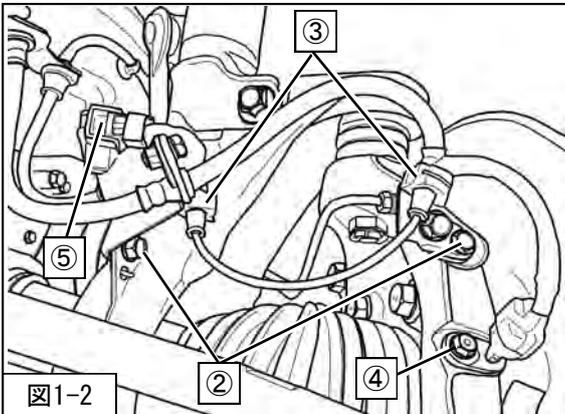

図1-2
を取外し、ABSセンサーを取外してください。(図1-2)
4. ⑤ADSコネクターを取外してください。(図1-2)